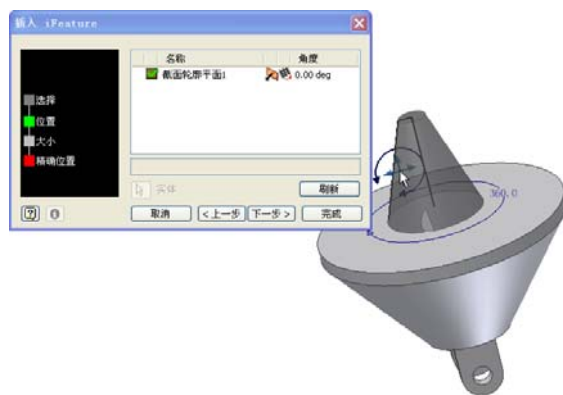

图 3-95 “插入 iFeature”对话框和 iFeature 预览
(2) 选择 ide 文件，然后单击【下一步】选项。
(3) 指定 iFeature 的放置位置，同时在工作区域内出现要插入的 iFeature 的预览，此时的【插入 iFeature】面板和 iFeature 预览如图 3-95 所示。
(4) 可看到在 iFeature 图形的放置位置（图中为锥形底部）出现了一个移动箭头标志和旋转箭头标志，单击移动箭头标志可移动 iFeature 图形，单击旋转箭头标志可旋转 iFeature 图形。也可在图 3-95 所示的对话框的窗口中编辑【角度】选项以定量的旋转 iFeature 图形。